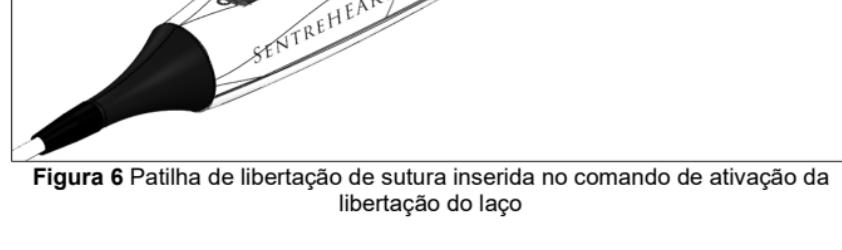
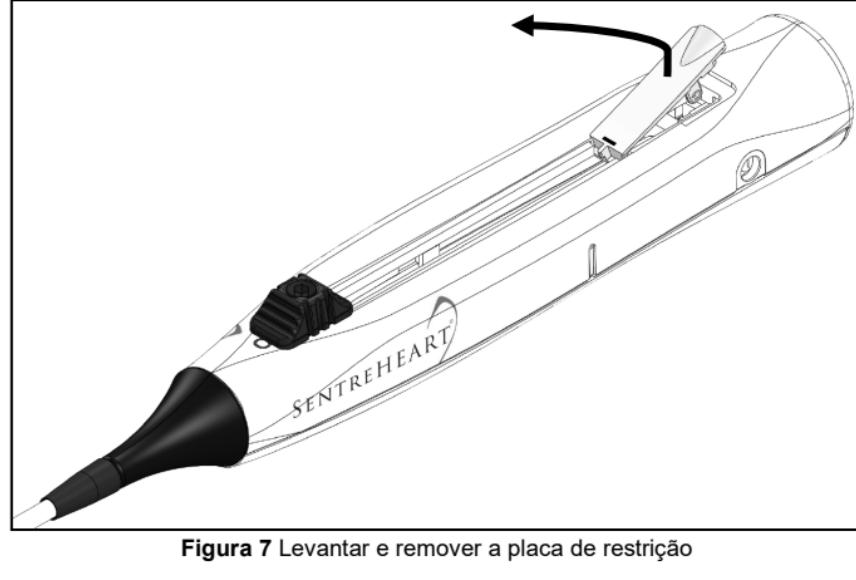
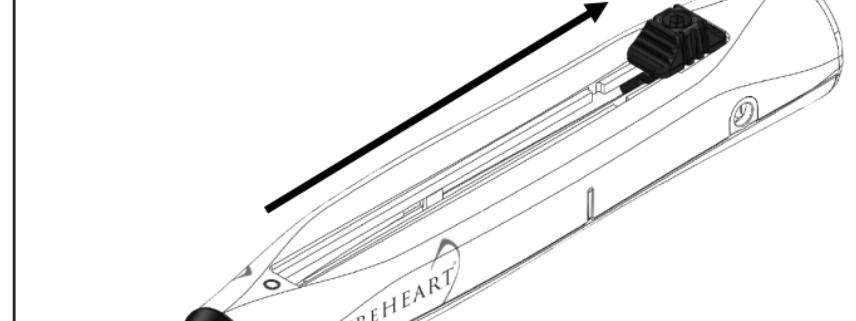

Figura 6 Patilha de libertação de sutura inserida no comando de ativação da libertação do laço
Figura 7 Levantar e remover a placa de restrição
Figura 8 Retrair completamente o comando deslizante de ativação do laço
21. Se não for possível libertar o dispositivo das restrições anatómicas, segure na Patilha de libertação de sutura e insira-a completamente na abertura do comando de ativação da libertação do laço na parte lateral da pega, conforme apresentado na Figura 6, para libertar o laço. Continue a manter a ponta contra o tecido e remova a placa de restrição conforme apresentado na Figura 7. Finalmente, retraia completamente o comando deslizante de ativação do laço na posição proximal, conforme apresentado na Figura 8.
NOTA: Certifique-se de que a placa de restrição foi totalmente removida (consulte a Figura 7). Se necessário, reintroduza a patilha de libertação de sutura no comando de ativação da libertação do laço.